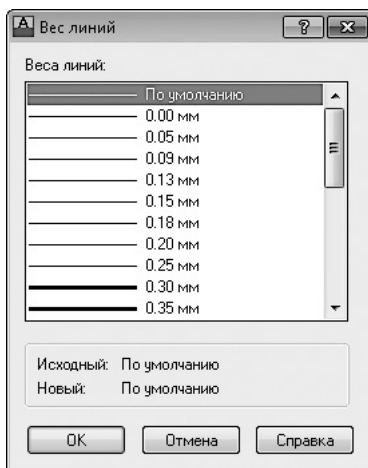

Рис. 2.31. Диалоговое окно Вес линий
- Щелчок на значении в столбце **Вес линий** вызывает одноименное диалоговое окно (рис. 2.31), где можно назначить слою определенную толщину линии.